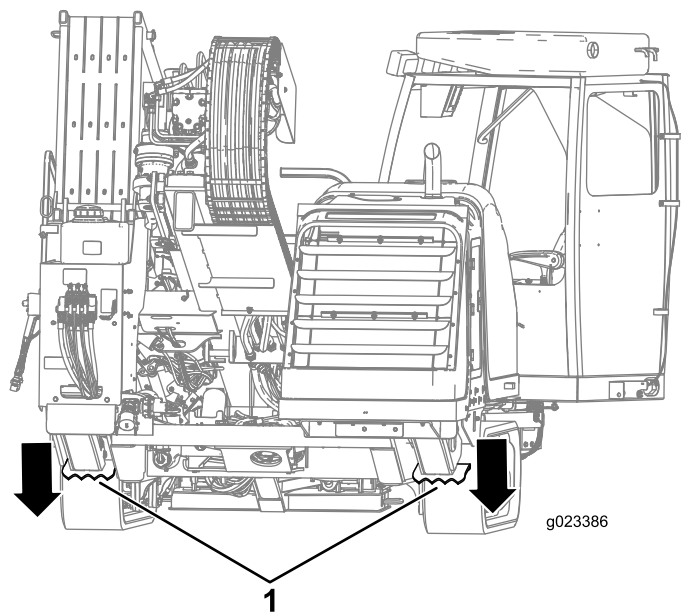

Рисунок 46
- Опустите задние опоры так, чтобы они плотно уперлись в грунт, или так, чтобы получить нужный угол входа (**Рисунок 46**).